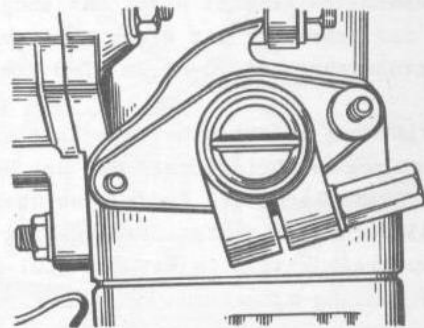

Bild 2-40. Lage der Nut an Antriebswelle des Zündverteilers nach Einbau des Antriebs am Motor
- Antrieb des Zündverteilers vorsichtig in Sitz des unteren Kettenräderdeckels der Motorsteuerung einbringen. Kommt das Antriebsrad des Zündverteilers in Eingriff mit dem am vorderen Kurbelwellenzapfen befestigten treibenden Zahnrad, so nimmt die Nut an der Welle die richtige Lage ein (Bild 2-40), dabei mit geringer Drehung gegen den Uhrzeigersinn. Die Befestigungsmuttern des Zündverteilerantriebs festziehen;